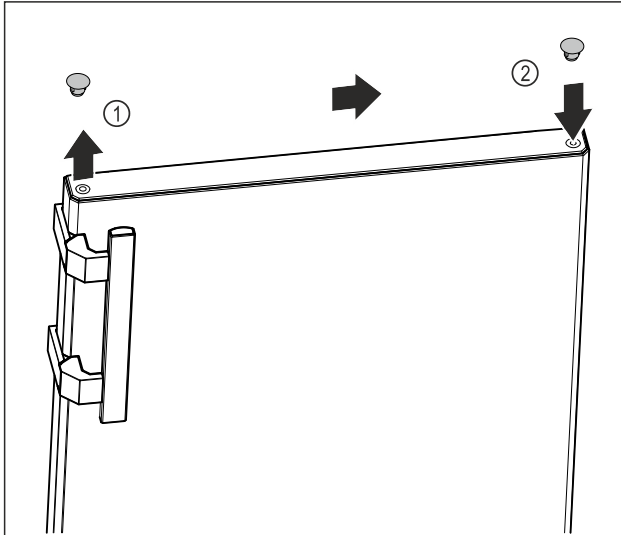

Fig. 13
- Abdeckstopfen der Türoberseite Fig. 13 (1) vorsichtig mit Schlitzschraubendreher anheben.
- Abdeckstopfen auf der Gegenseite einsetzen. Fig. 13 (2)